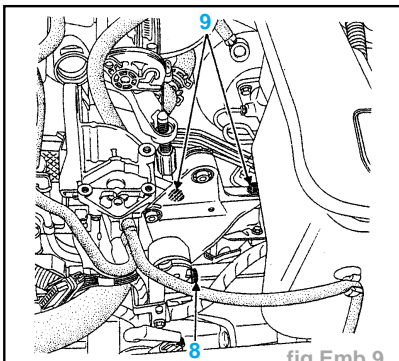

fig.Emb.9
- Soulever le GEP puis dévisser le fil de masse (2).
- Pour déposer le support de GEP, dévisser l'écrou (8) du tour de boîte et les deux vis (9) sur le carter (fig Emb.9).